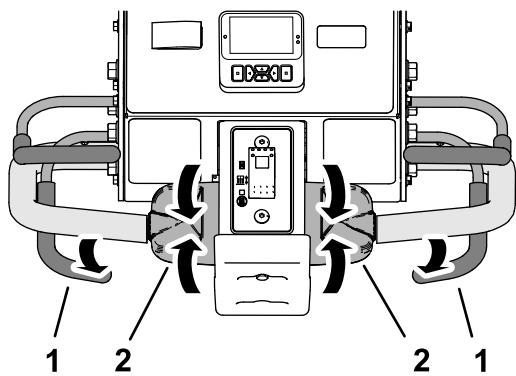

Figura 89
- Si ha bajado el cabezal de perforación, suelte la barra de aireación (Figura 89).